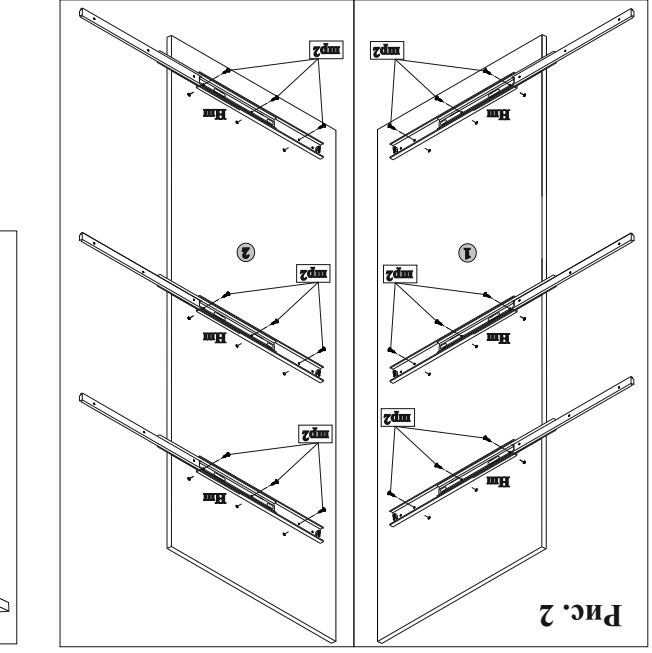

Рис. 2
5.2. На внутренние поверхности боковых стенок 1 и 2 закрепить шариковые направляющие Ш1 с помощью шурупов ШР2 и крестообразной отвертки (рис.2).